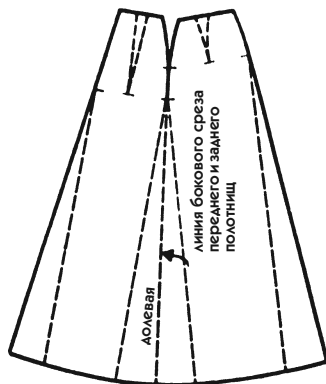

Рис. 238
1. **Можно выкроить, как и переднее**, то есть без шва по середине (в результате получается юбка с шестью швами). Вытачка заднего полотнища может быть расположена целиком в линии разреза, но можно разделить ее на две и часть глубины перенести в середину бокового клина (см. пунктирную вытачку на рис. 238).
2. **Можно избежать боковых швов**. Если расширение дано на каждом клине представленной модели, ничто не мешает соединить боковые срезы заднего и переднего полотнищ (рис. 238).